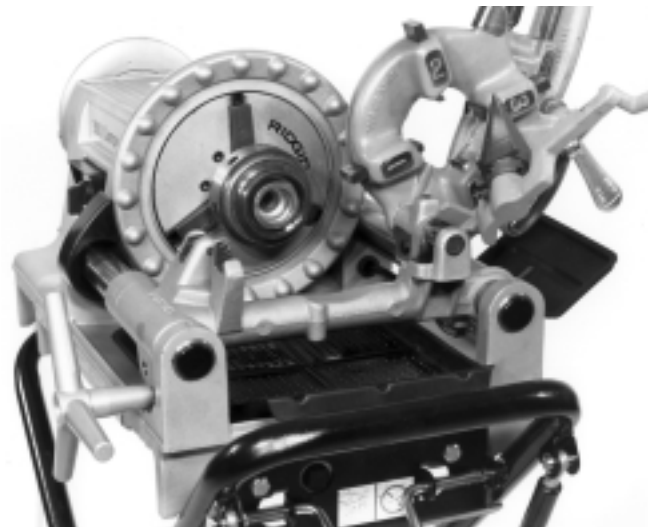

Figura 15 – Colocación del cuerpo del Mandril Niplero en el mandril impulsor de la Roscadora
2. Coloque el cuerpo del Mandril Niplero (Figura 15) en el mandril de la máquina Roscadora, sujetando las estrías de la mordaza. Apriete el mandril con giros secos del volante.